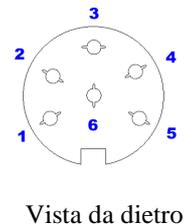

Figura 2 - Pin connettore ACC1
- ❑ Cablatura connettore ACC1 come da Figura 2